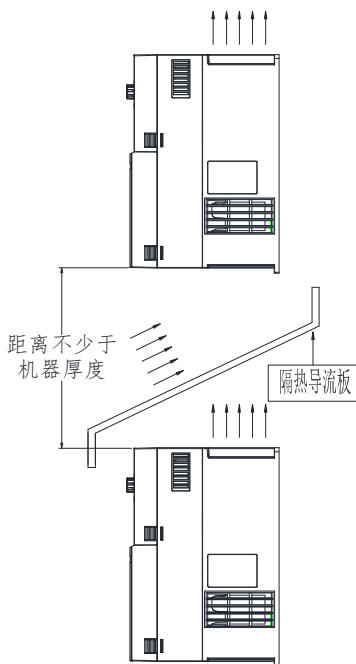

图3-2. RP800变频器安装示意图
- 1) 请垂直安装变频器，便于热量向上散发。但不能倒置。若柜内有较多变频器时，最好是并排安装。在需要上下安装の場合，请参考图3-2的示意，安装隔热导流板。